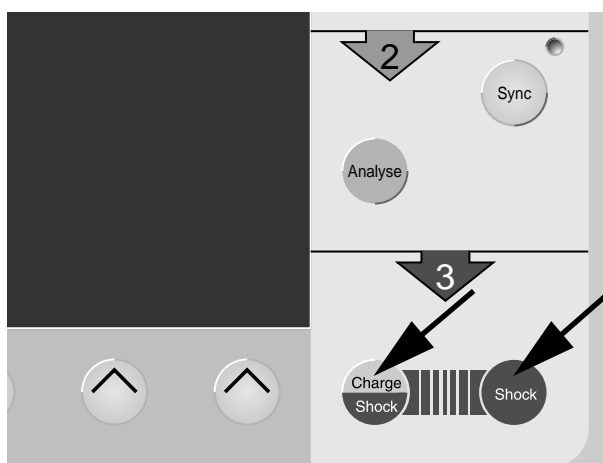

Bild 5-4. Tasten zum Auslösen des Defibrillationsimpulses
- Lösen Sie jetzt innerhalb der nächsten 30 s den Defibrillationsimpuls aus. Drücken Sie dazu gleichzeitig die beiden Tasten  und  (Bild 5-4).